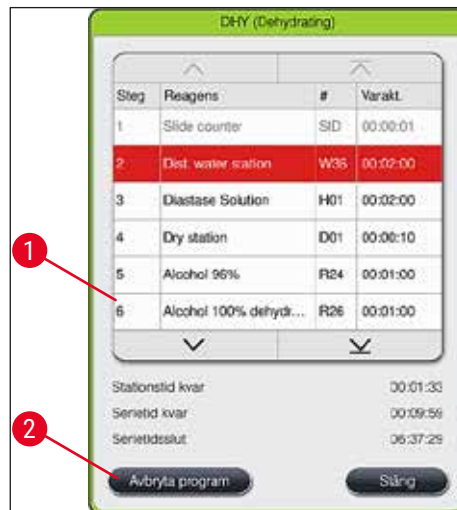

Bild 90
2. En lista med programsteg (→ "Bild 90") visas; det aktuella steget är rödmarkerat (→ "Bild 90-1").